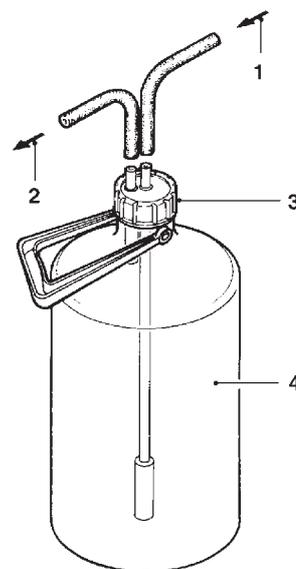

Fig. 16
- séparer le tube de raccordement à l'air break (voir fig. 16) du support caoutchouc de l'adoucisseur ;